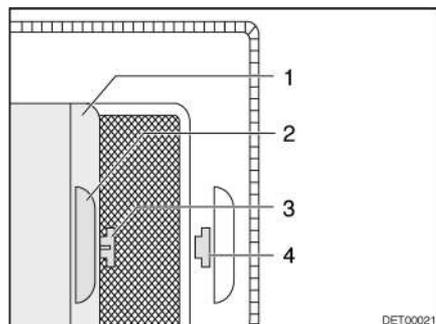

Fig. 21 Persiana oscurecedora enrollable
- Tirar de la persiana oscurecedora enrollable (Fig. 21,1) por el asidero (Fig. 21,2) y enganchar el gancho (Fig. 21,3) en el orificio (Fig. 21,4).
- Sacar el gancho (Fig. 21,3) del orificio (Fig. 21,4) y devolver a su posición la persiana oscurecedora enrollable.